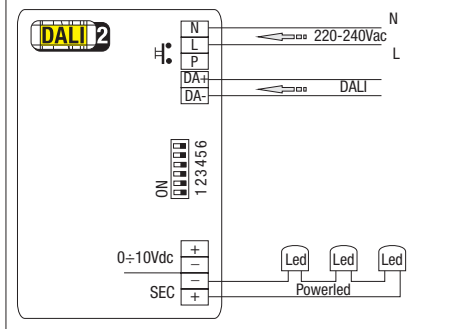

Fig. 2 - RN9168/DALI
- B - Funzione 0÷10Vdc (S10)** - DIM34... (R) - Fig. 2 - Tramite segnale di controllo 0÷10Vdc
- B - 0÷10Vdc (S10) function** - DIM34... (R) - Fig. 2 - By means of control signal 0÷10Vdc